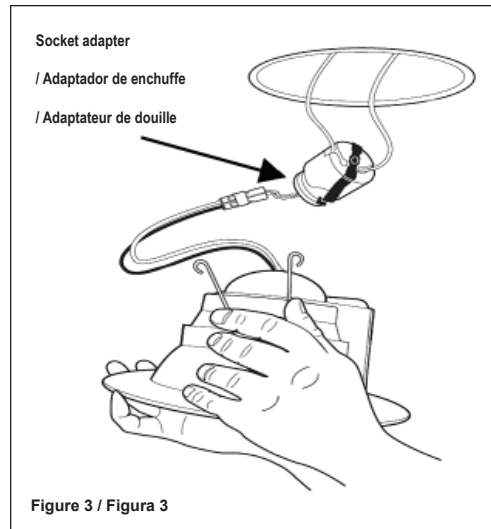

Figure 3 / Figura 3
2. Plug the orange connector of E26 socket adapter into mating orange connector on the fixture module (see Figure 3). Or,
2. Brancher le connecteur orange de l'adaptateur de douille E26 dans le connecteur orange compatible du module DEL (Figure 3).